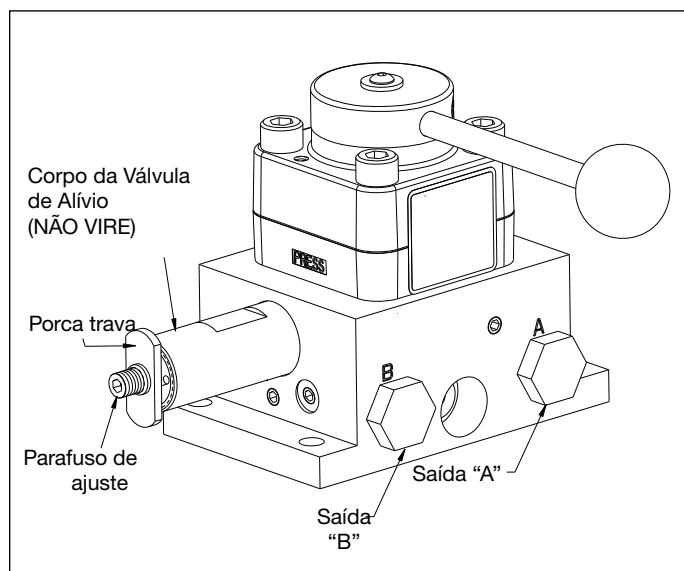

Figura 13, Válvula de Alívio - VM43-LPS
1. Instale um manômetro de 0-1,035 bar [0-15,000 psi] na saída "A" (ver Figura 13).
2. Remova ambas as tampas das escovas (A) soltando a lingüeta da tampa da escova (B) e gentilmente alavancando-a para fora (ver Figura 13).